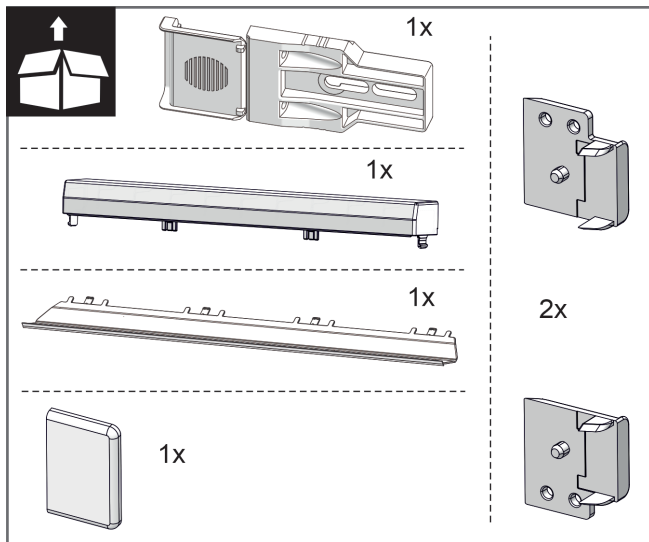
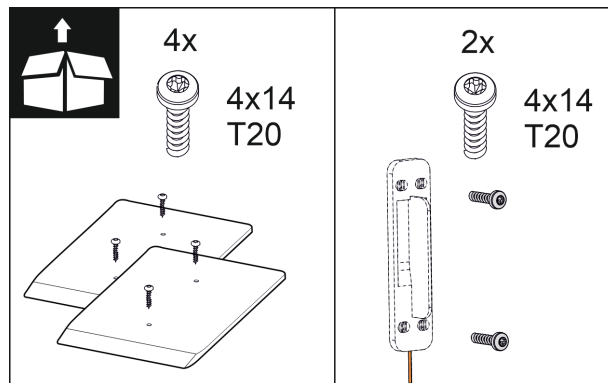

Fig. 10
Fig. 16
2. Verificați piesele de montaj din pachetul de accesorii. Fig. 10 () până la Fig. 16 ()
Piese de montaj în pachetul de accesorii Fig. 10 () până la Fig. 16 ()